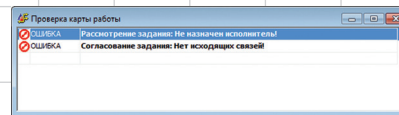

Рис. 5. Проверка карты процесса
- проверка карты — данный инструмент покажет список этапов, нарушающих целостность процесса (рис. 5). По щелчку в строке списка осуществляется переход к редактированию соответствующего элемента;